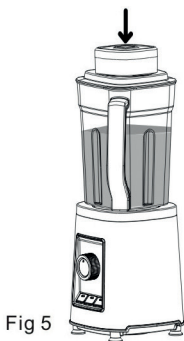

Fig 5
- Vrid funktionsväljaren (14) till ON och välj önskat program eller valfri steglös inställning. Mixningen påbörjas. Fig 5.
- Placera vakuumpumpen (8) på vakuumlocket (2) och se till att det sitter på ordentligt, se till att silikonventilen på vakuumlocket är stängd. Tryck på knappen på vakuumpumpen för att påbörja vakuumprocessen. Fig 5. Pumpen stängs av automatiskt när processen är klar. Ta bort vakuumpumpen (8) efteråt.